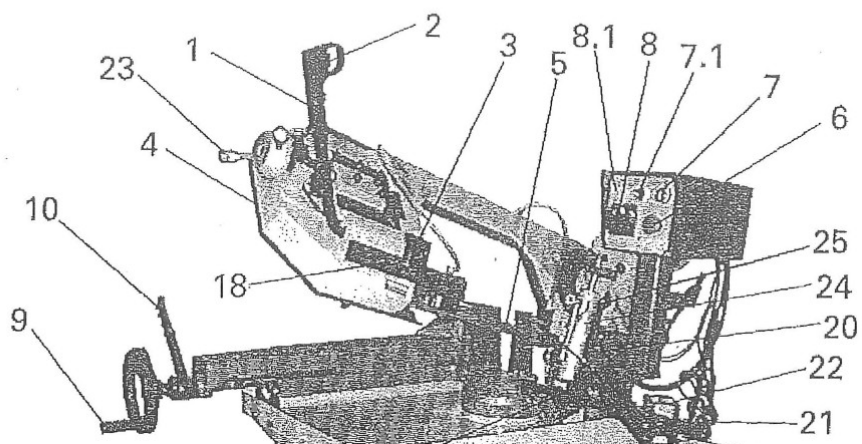

FIG. 2 — Composants principaux
Repérez la position des trous de fixation du socle (16, FIG. 2), soulevez la machine en l'appuyant sur un côté, percez le sol, posez des chevilles filetées ou des tiges scellées au ciment et fixez le socle avec des vis M8. Vérifiez au niveau que la machine repose correctement. Si la machine est installée sans son socle, elle doit être fixée par les deux trous prévus à une structure capable de supporter le poids et les déséquilibres de la machine en fonctionnement.
- 1) Introduisez la barre de butée filetée dans son logement (14, FIG. 2) et bloquez-la.
Remplissez le réservoir situé à l'intérieur du socle, par l'orifice de remplissage (13, FIG. 2), avec une émulsion d'eau et d'huile soluble de coupe diluée selon les indications du fabricant du lubrifiant, avec une teneur en huile non inférieure à 8-10 %. Vérifiez que le débit qui parvient à la zone de coupe est suffisant pour maintenir la lame lubrifiée.